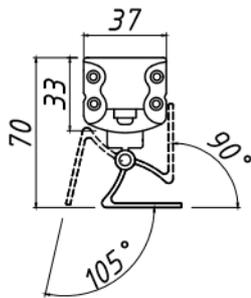

Рис. 2
6.6.3. Отвернуть поворотную скобу в сторону поверхности установки до нужного положения (Рис. 2). Максимальный угол поворота скобы на светильнике 195°.